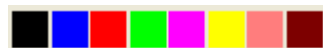

图 10-2 参数应用按钮
**参数应用按钮：** 当用户按参数应用按钮时当前被选择的对象的笔号会被更改为对应的按钮笔号。如图 10-2。